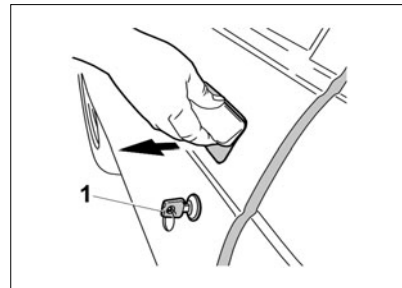
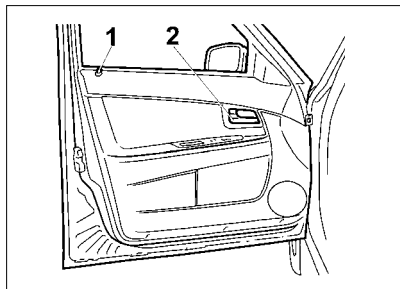
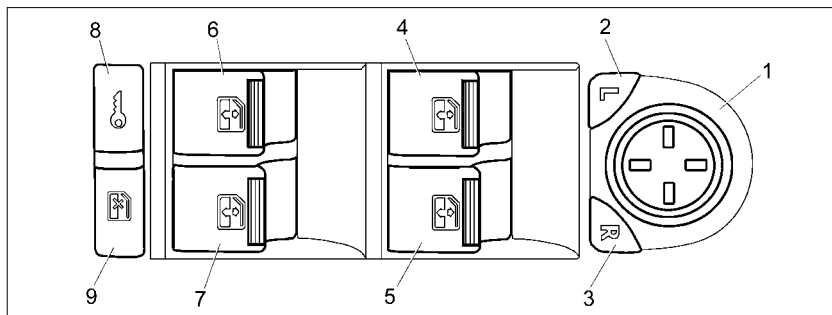
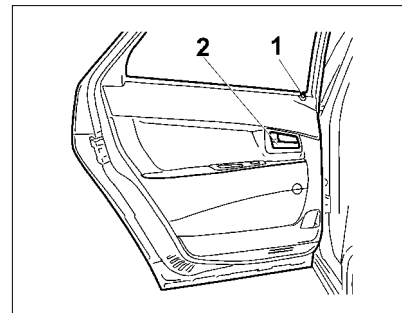

Рис. 3. Открывание двери
Рис. 4. Передняя левая дверь
Рис. 6. Модуль двери водителя
Рис. 7. Задняя левая дверь
Передние двери блокируются: снаружи – поворотом ключа 1 (рис. 3) или нажатием кнопки блокировки  на пульте дистанционного управления; изнутри – нажатием кнопки 1 (рис. 4, 5) на обивке двери или клавиши 8  в модуле двери водителя (рис. 6). Блокировать замки передних дверей можно только при закрытых дверях.
Двери открываются: снаружи – за ручку в направлении стрелки (рис. 3), а изнутри – поворотом на себя рукоятки 2 (рис. 4, 5). Если замок двери заблокирован, то ручка будет иметь холостой ход.
Для подъема и опускания стекол передних и задних дверей используются электростеклоподъемники, которые могут управляться от переключателей модуля двери водителя (рис. 6, поз. 4...7)*, от переключателей в пассажирских дверях и
* В вариантном исполнении переключатели поз. 6, 7, 9 рис. 6 могут отсутствовать.
Задние двери блокируются снаружи – пультом дистанционного управления, изнутри салона нажатием кнопки 1 (рис. 7, 8) на двери или клавиши 8  в модуле двери водителя (рис. 6). Блокировка замков задних дверей возможна как при открытых, так и при закрытых дверях.
Для опускания и подъема стекла задних дверей используются электростеклоподъемники (**в варианте исполнения**), которые приводятся в действие переключателями 6 и 7 (рис. 6) в модуле двери водителя и кнопками  и  пульта дистанционного управления.